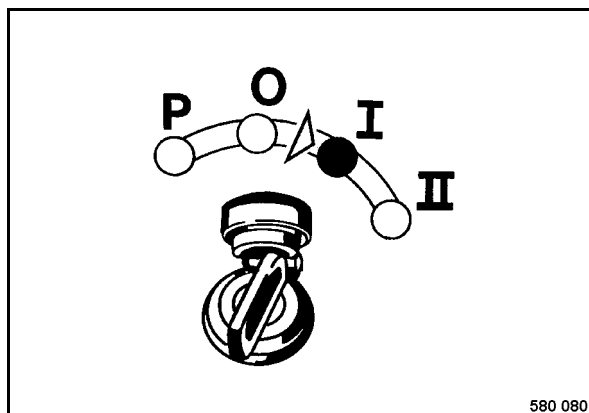

Fig. 85
- Girar la llave de encendido (Fig. 85) a posición „I“.